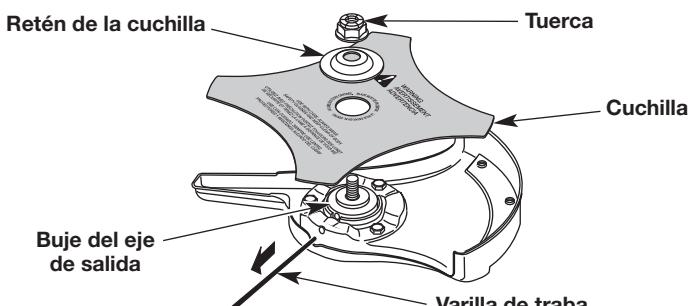
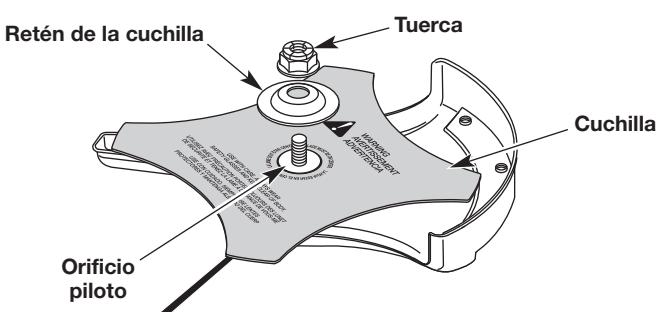

Fig. 20
Fig. 21
3. Quite la varilla de traba (Fig. 20).
4. Quite la tuerca, el retenedor de la hoja y la hoja (Fig. 20).
1. Coloque la cuchilla en el buje del eje de salida (Fig. 20). Asegúrese de que la cuchilla esté centrada en el paso del piloto (Fig. 21). La cuchilla debe asentarse de forma plana contra el buje del eje de salida.
3. Mientras esté sosteniendo la varilla de traba en su lugar, coloque el retén de la cuchilla y la tuerca en al eje de salida (Fig. 21).